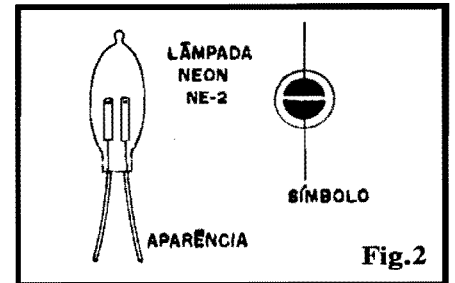

Fig.2
- FIG. 2 - DETALHANDO A LÂMPADA NEON NE-2 - Como é um componente utilizado menos frequentemente nas montagens mostradas aqui em APE, vamos a algumas "dicas" visuais sobre a lampadinha de Neon... A figura mostra a sua aparência e o símbolo adotado para representá-la esquematicamente, nos diagramas de circuito... Trata-se de componente não polarizado, podendo então trabalhar (dentro dos seus limites elétricos...) tanto sob C.A. quanto sob C.C. Chamamos a atenção para um fato: sob C.A. ambos os eletrodos internos mostrarão a luminiscência durante a ionização... Já sob C.C. (como é o caso do funcionamento do MOBILE...), apenas um dos eletrodos se iluminará... A luz é tênue, porém marcante, em cor amarelo-alaranjada, pouco visível em
- 8 - Lâmpadas de Neon, tipo NE-2 (VER FIG. 2)